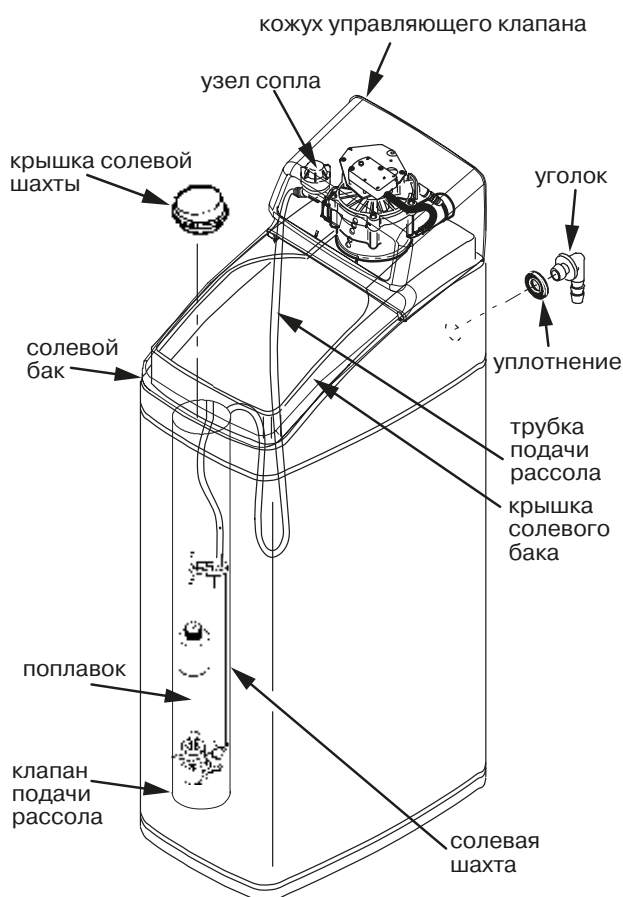

Рис. 5
1. Умягчители поставляются в собранном виде. Во время установки снимите верхнюю крышку и крышку солевой шахты и отложите их в сторону во избежание повреждений. Убедитесь в том, что солевая шахта установлена вертикально и закреплена (рис. 5).
Снимите крышку и налейте примерно 50 мл (2-3 чайных ложки) обычного бытового отбеливателя (например, Сlogox) в солевую шахту умягчителя (рис. 5). Закройте крышку солевой шахты.
а) При помощи ведра или шланга налейте 4 л воды в солевой бак. Не заливайте воду в солевую шахту (**рис. 5**).